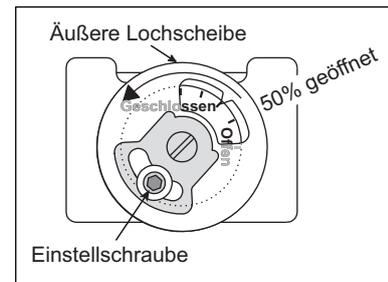

Abbildung 4.3. Manuelles Gasdrosselventil, 50 % geöffnet
4. Öffnen Sie das manuelle Gasventil an jedem Brenner um 50%. Siehe Abbildung 4.3. Falls ein regelbares Begrenzungsventil verwendet wird, drehen Sie es um fünf volle 360°-Drehungen von der niedrigsten Stellung aufwärts.
3. Öffnen Sie das manuelle Gasdrosselventil an jedem Brenner um 50%. Siehe Abbildung 4.3. Falls ein regelbares Begrenzungsventil verwendet wird, drehen Sie es um fünf volle 360°-Drehungen von der niedrigsten Stellung aufwärts.